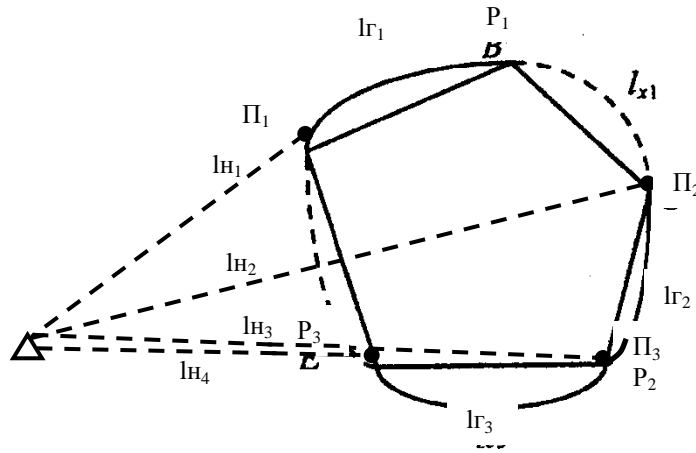

Рис. 6. Схема кольцевого маршрута
$$4. M = 4 \text{ (маятниковые маршруты (рис. 3-5), кроме маршрута с обратным не груженым пробегом, и кольцевые (рис. 6)).} \quad (20)$$